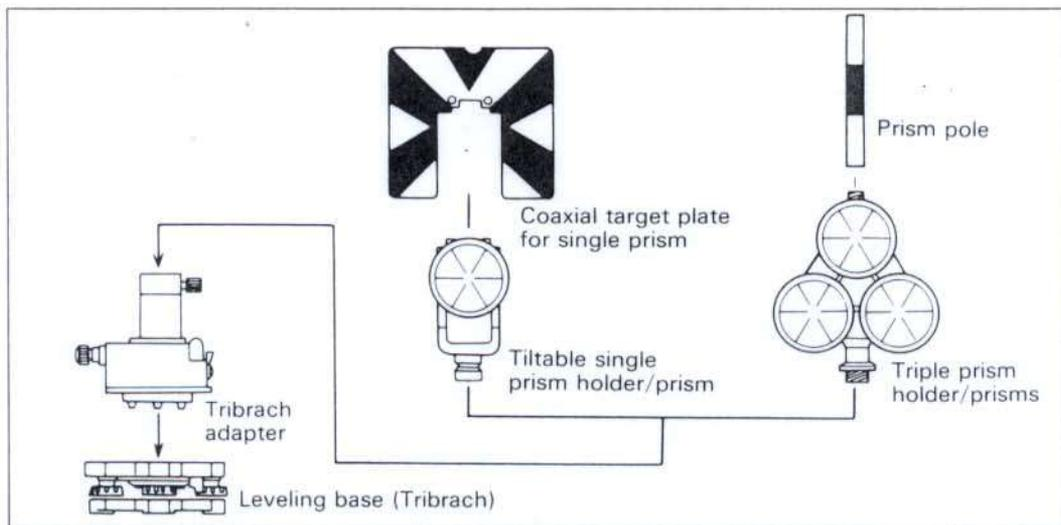

图 .39
- 2 在基座上安装三角基座接合器 13 或 14 (带管状气泡)。下图所示的任一种棱镜架均可装在接合器上 (图 39)。